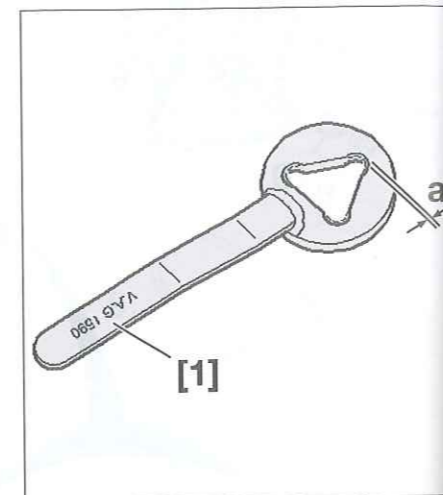

Fig. 21
- [1]. Útil de bloqueo de la polea de bomba de agua (ref. VAG 1590 (Fig.21)).